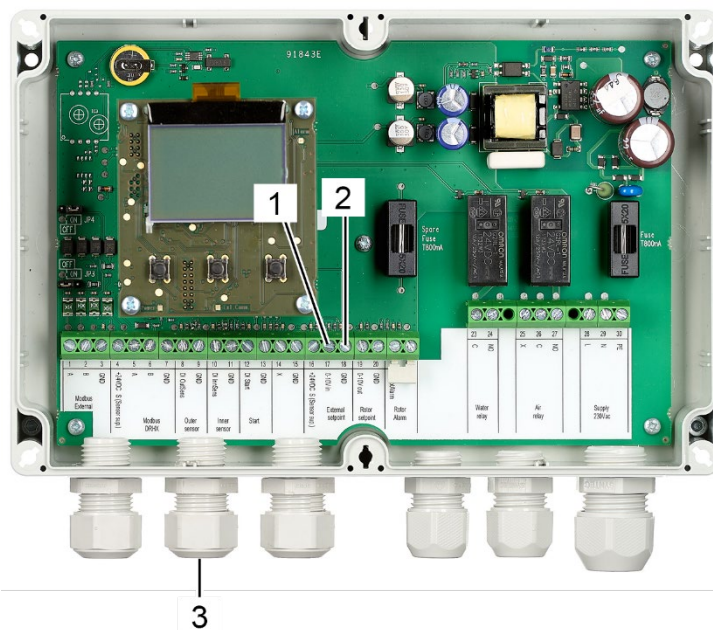

Abbildung 87:
14. Führen Sie das externe 0 - 10 V Signalkabel durch die Kabelbuchse (Abbildung 87/3).
15. Externe 0 - 10 V Eingangssignalleitung an Terminal 17 (Abbildung 87/1, 0-10V in) anschließen.
16. Schließen Sie das Erdungskabel des externen 0-10 V Eingangssignals an Terminal 18 (Abbildung 87/2, GND) an.